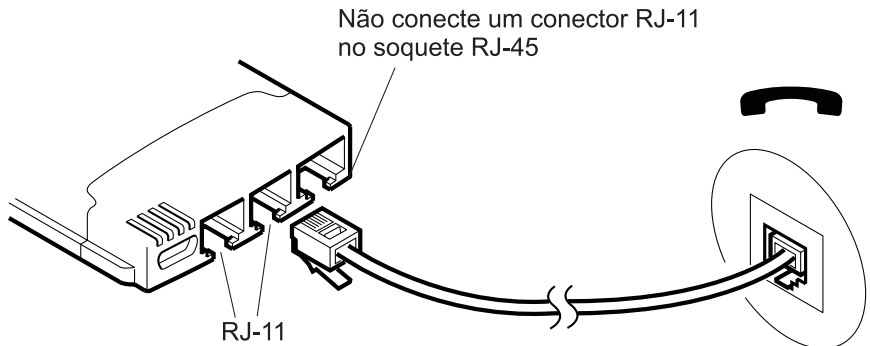

Figura 3. Conexão do Modem à Rede Telefônica (RJ-11)
1. Conecte um conector RJ-11 a um receptor fêmea do Cartão EtherJet CardBus Ready Port com Modem conforme mostrado na Figura 3.